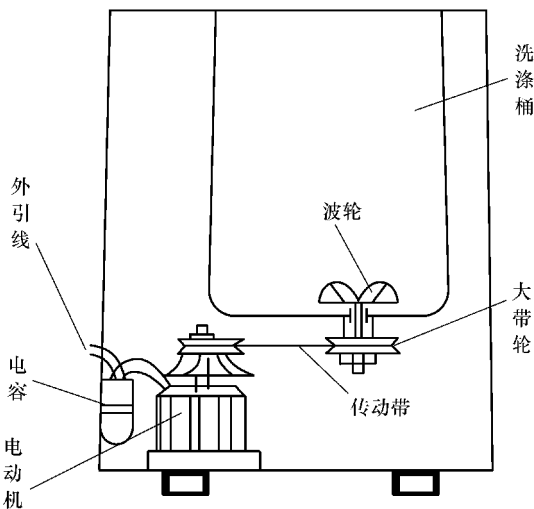

图 1-50 洗涤电动机工作原理
1) 洗涤电动机工作原理：洗涤电动机是洗衣机的动力源，通过座机支架以吊装的形式安装在洗涤桶下方，其原理如图 1-50 所示。加上电源后，洗涤电动机的小带轮通过传动带